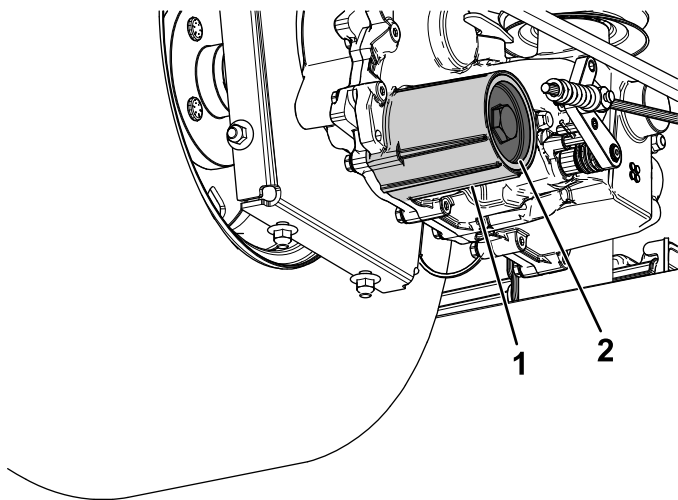

Figura 82
7. Retire la tapa del filtro de fluido hidráulico del transeje para vaciar el fluido (Figura 82).